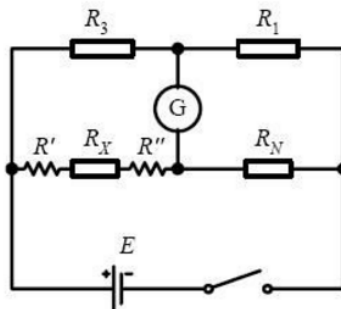

图 2：惠斯通单电桥附加电阻的影响
**惠斯通电桥测试低电阻的特殊矛盾**：惠斯通电桥（单电桥）测量电阻，其数值一般在  $10 \Omega$  以上阻值。若用单电桥测低电阻，附加电阻  $R'$  与  $R''$ （引线电阻和端钮接触电阻等）和  $R_X$  是直接串联的（图 2），而  $R'$  和  $R''$  的大小与被测电阻  $R_X$  的大小相当、不能被忽略，电阻  $R_N$  也是小电阻，因此用单电桥测电阻的公式  $R_X = R_1 \times R_N / R_2$  就不能准确得出  $R_X$  的值。